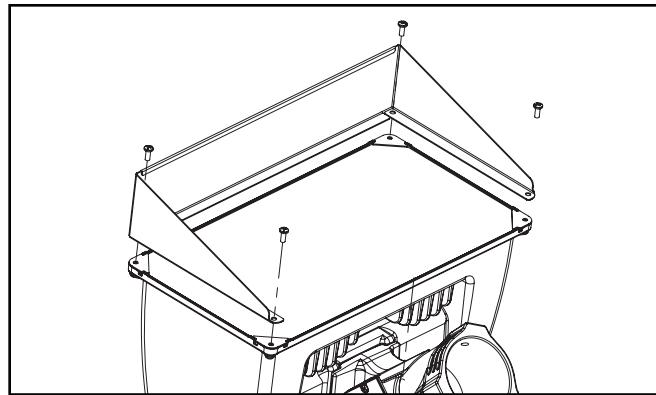

Figura 7.
### Visor (Figura 7.)
1. Afloje y extraiga los (4) tornillos de cabeza Philips 10-24 existentes en la parte frontal de la luminaria y consérvelos para tenerlos como referencia futura.
2. Alinee el visor en la parte superior de los ganchos de la lente, haciendo que coincida con los 4 orificios existentes. Ver Figura 7.
3. Reajuste los (4) tornillos de cabeza Philips 10-24 del paso 2 en la parte frontal de la luminaria.